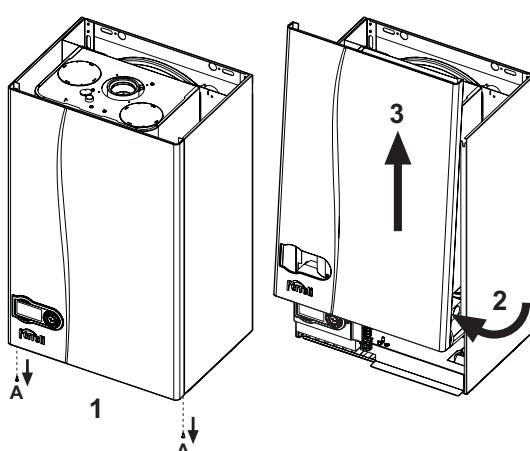

fig. 28 - Démontage de l'habillage
- Dévisser les vis A (voir fig. 28).
- Faire pivoter l'habillage (voir fig. 28).